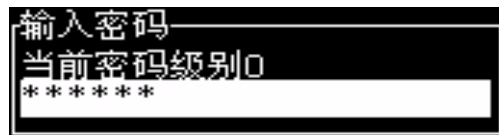

图 4-11: 输入密码对话框
- 1 按 *Alt + w*，然后从 *Password*（密码）菜单选择 *Enter Password*（输入密码）选项。即会出现 *Enter Password*（输入密码）对话框（参见图 4-11）。